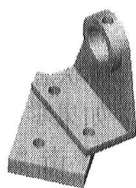

图 1-11 同轴心配合零件
(7) 单击“预览”，零件 1 和零件 2 处于所选孔同轴心，零件 2 的位置发生了改变。配合正确（如图 1-11 所示），单击确认应用按钮。